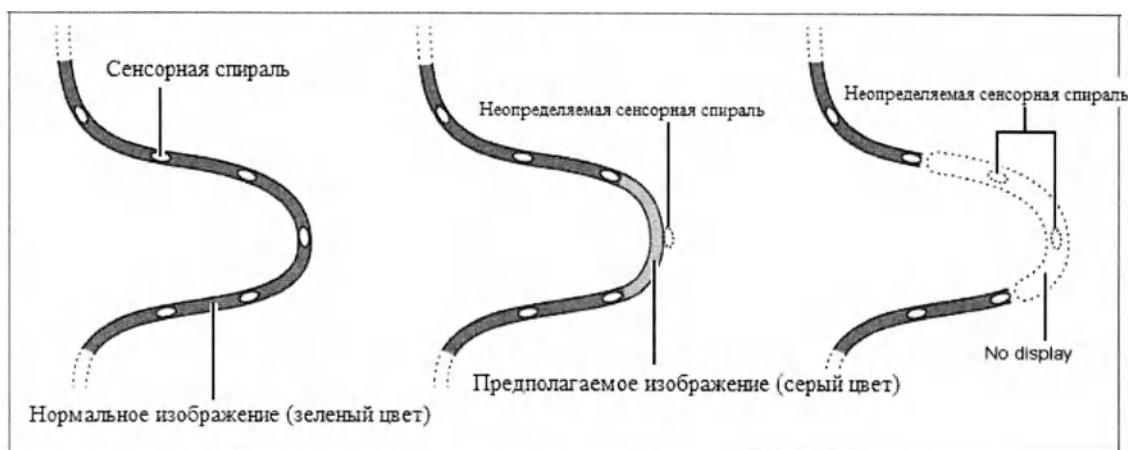

Рисунок 4.9
- Если за пределами магнитного поля ГМП располагаются или повреждены две или более соседних сенсорных спиралей, то форма эндоскопа в зоне неопределяемых сенсорных спиралей не будет отображаться на экране (см. рисунок 4.9).